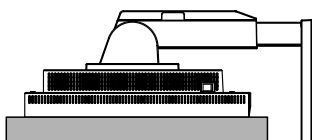

Abbildung S.1
1. Legen Sie das Gerät vorsichtig mit dem Bildschirm nach unten auf eine ebene Unterlage (**Abbildung S.1**).